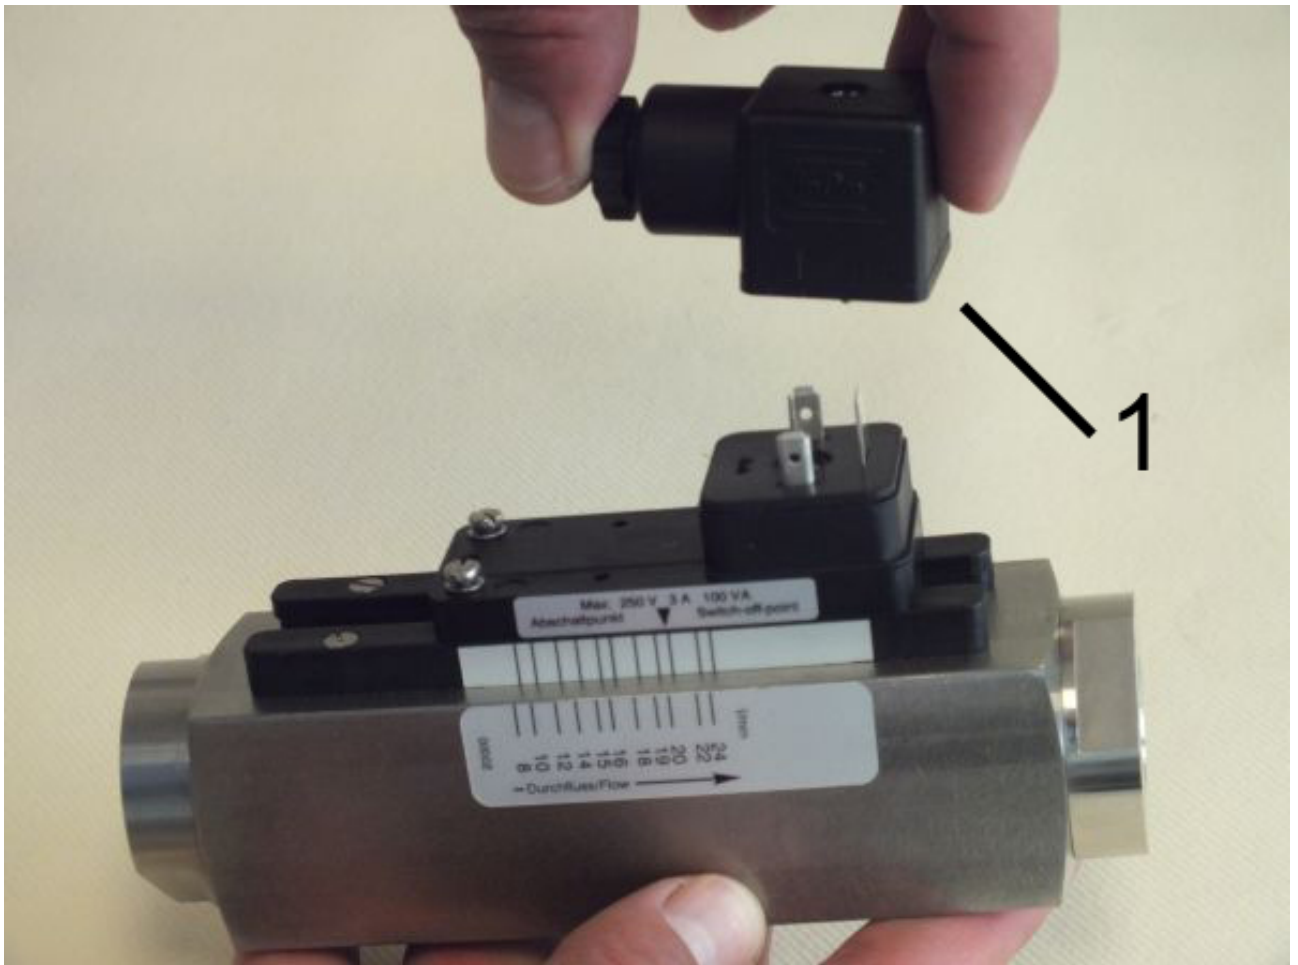

Abb. 29: Steckerdose abziehen
2. ➤ Ziehen Sie die Steckerdose (Abb. 29/1) ab